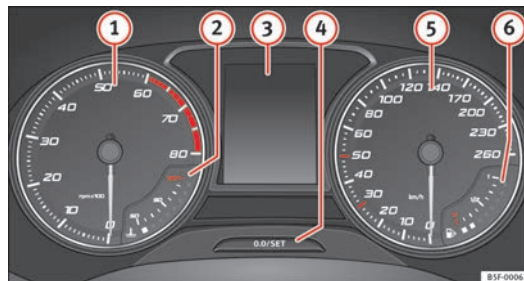

Abb. 38 Kombiinstrument in der Instrumententafel.
Erläuterungen zu den Instrumenten ⇒ Abb. 38:
Beim Einschalten der Zündung können im Display des Kombiinstrumentes ⇒ Abb. 38 ③ je nach Fahrzeugausstattung verschiedene Informationen angezeigt werden:
- Drücken Sie kurz die Taste **⇒ Abb. 38** , um den Tageskilometerzähler auf 0 zurück zu setzen.
- Zum Einstellen der Uhrzeit die Taste **⇒ Abb. 38 ④** länger als 3 Sekunden gedrückt halten, um die Anzeige für Stunden oder Minuten auszuwählen.
- Zur weiteren Einstellung den oberen bzw. unteren Bereich der Taste **④** drücken. Zum Schnelldurchlauf gedrückt halten.
- Erneut die Taste **④** drücken, um die Einstellung der Uhrzeit abzuschließen.
Die Taste **⇒ Abb. 38 ④** länger als 15 Sekunden gedrückt halten, um die Motorkennbuchstaben (MKB) des Fahrzeugs anzuzeigen. Dazu muss die Zündung ein- und der Motor ausgeschaltet sein. ▶
Die Service-Intervall-Anzeige erscheint im Display des Kombiinstrumentes → Abb. 38 .